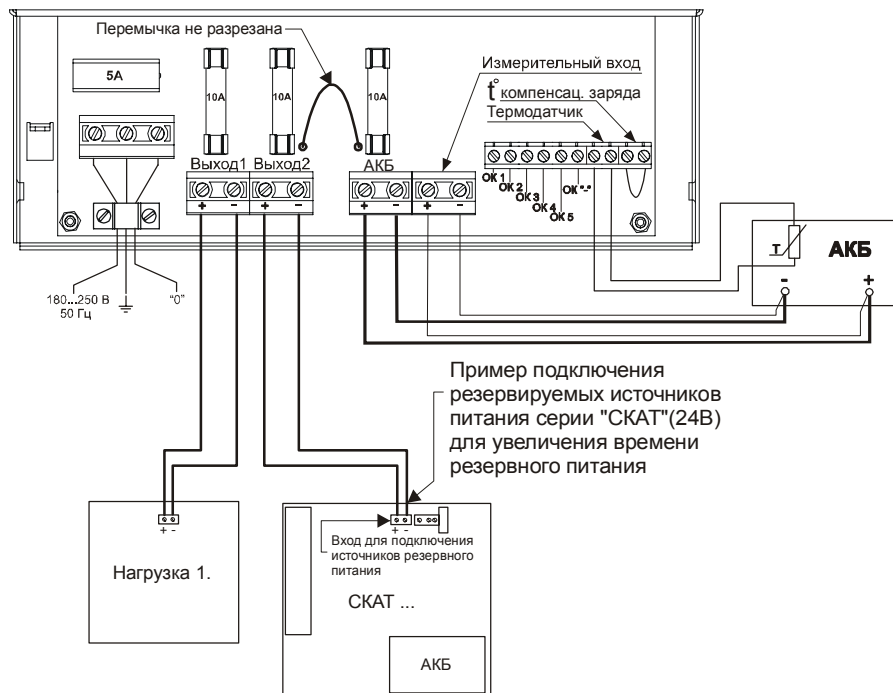

Рис.3
Произведите подключение соединительных линий, к клеммам источника руководствуясь схемой подключения источника (рис.3) в следующей последовательности:
- ♦ Проверьте правильность произведенного монтажа в соответствии со схемами подключений (рис.3 – 7).